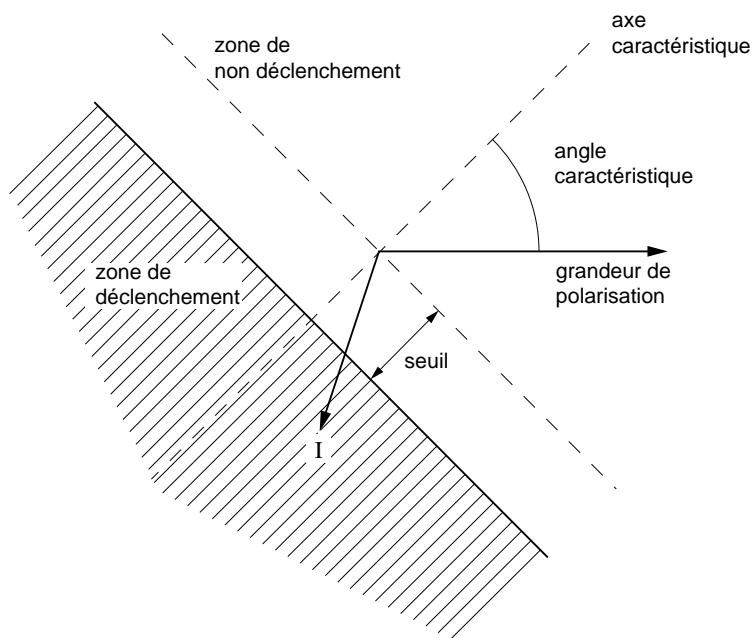

fig. 12 : caractéristique de fonctionnement d'une protection mesurant la projection du courant.
■ mesure de la projection du courant (cf. fig. 12)